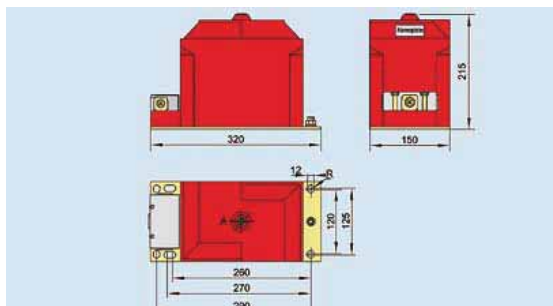

Рис. 6.2 Внешний вид и размеры трансформатора напряжения JDZX10-10
6.2 Внешний вид и размеры трансформатора напряжения JDZX10-10 (см. рис. 6.2):